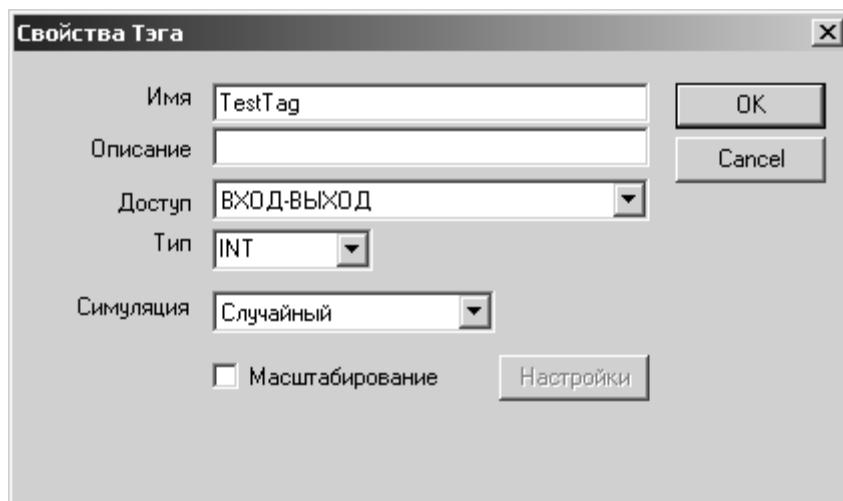

Рисунок 3.3 - Добавление тэга (пример)
- ж) в окне добавления тэга задайте значения (см. Рисунок 3.3) и нажмите «OK».